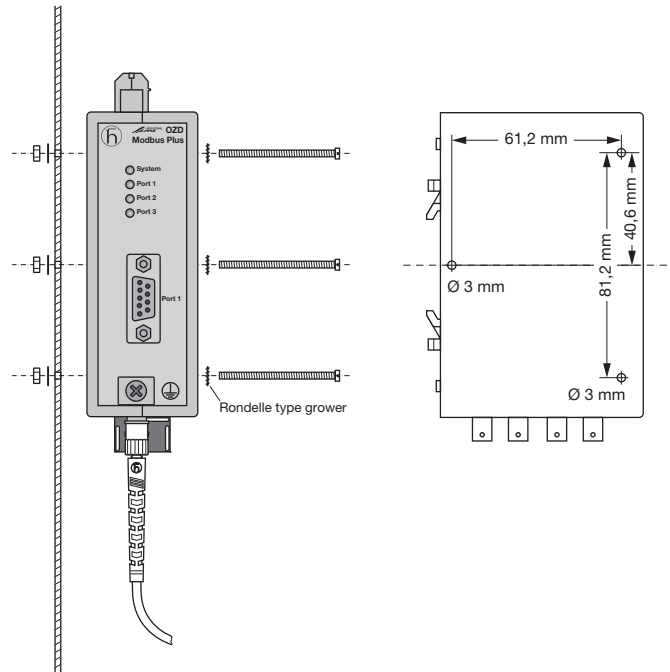

Fig. 10: Montage de l'Interface sur une plaque de montage
- ▶ Réaliser trois orifices dans la plaque de montage, conformément au schéma de perçage représenté sur la figure 10.